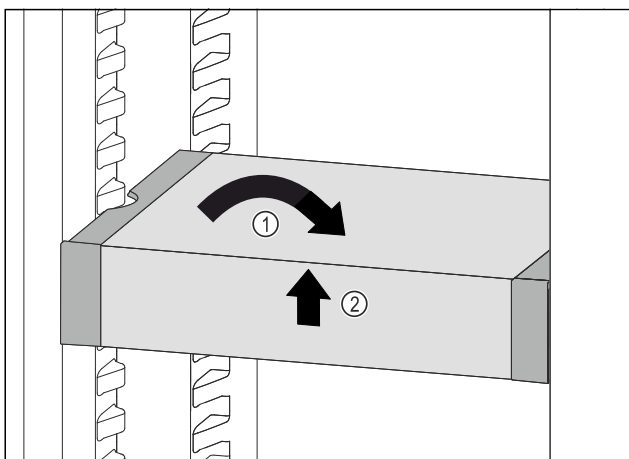

Fig. 123
- ▶ Remettre le VarioSafe droit. Fig. 123 (1)
- ▶ Soulever la partie avant du VarioSafe. Fig. 123 (2)